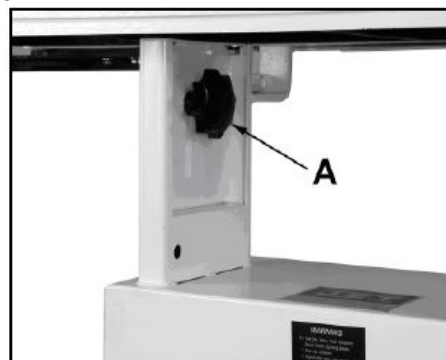

Рис. 12
Ослабьте рукоятки (A) Рис. 12 и поднимите стол на необходимую высоту.